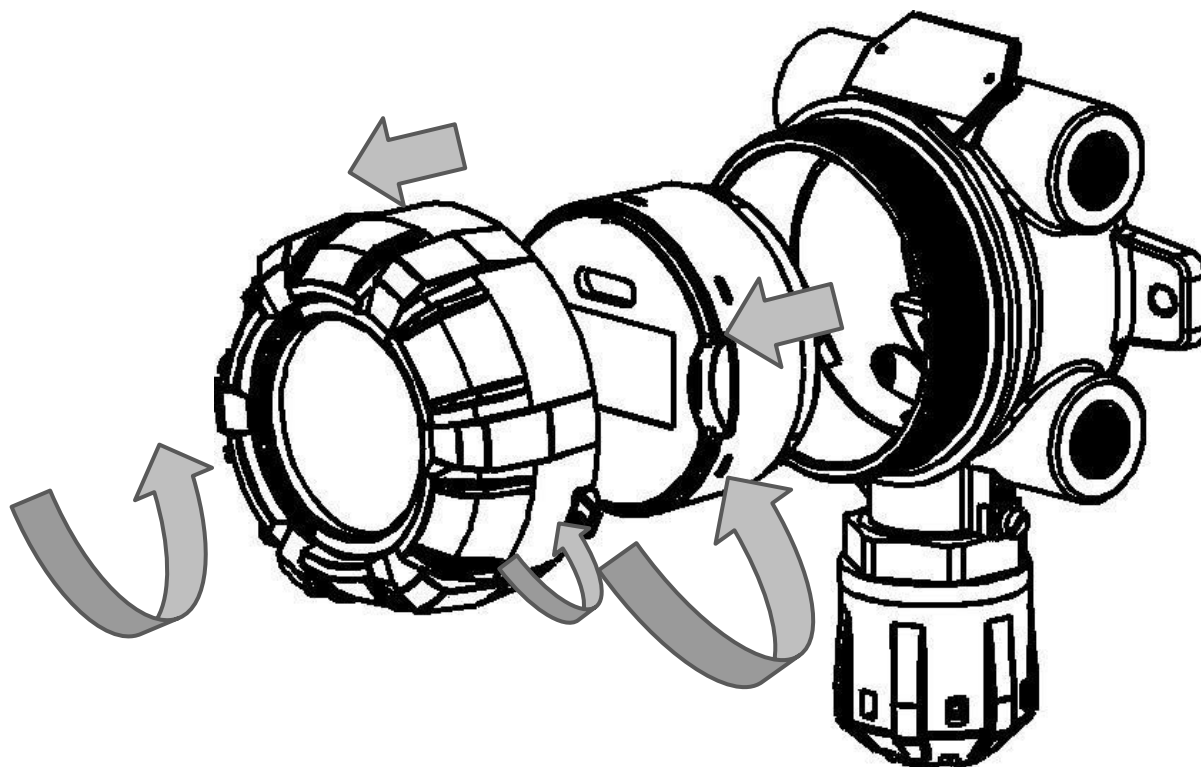

Рисунок 19 – Схема разбора AXIOM
- 1) Открутить стопорный винт в крышке газоанализатора (см. рисунок 19);